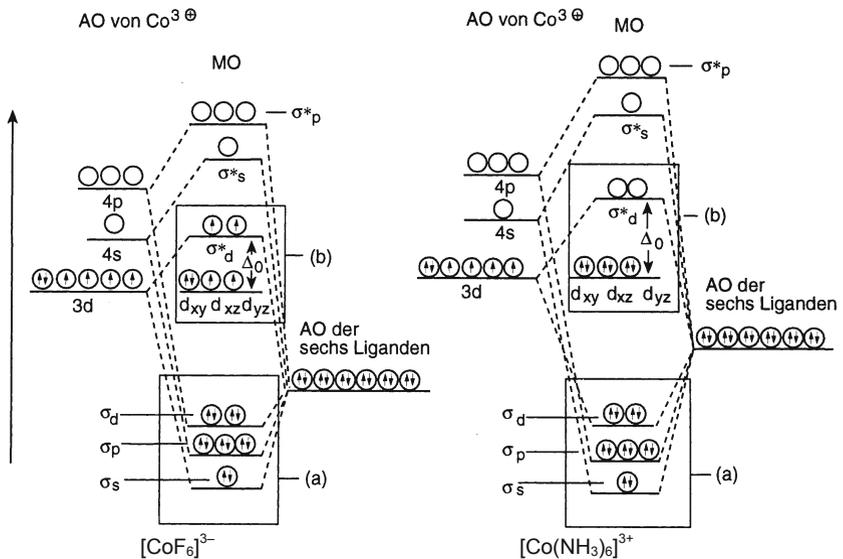

Abb. 88. MO-Diagramm von [CoF6]3- und [Co(NH3)6]3+
*Man kann auch sagen:* VB- und Kristallfeld-Theorie liefern Teilaspekte der allgemeineren MO-Theorie der Komplexe. Abb. 88 gibt ein Beispiel dafür.
Erläuterung der Abb. 88:
Die bindenden MO werden von den Elektronen der Liganden besetzt. Dies stimmt mit der Beschreibung der VB-Theorie überein (Teilbild (a) in Abb. 88). Von den sechs antibindenden MO liegen die beiden  $\sigma_d^*$ -MO energetisch tiefer als  $\sigma_s^*$  und  $\sigma_p^*$ , weil sie durch Kombination des  $d_{x^2-y^2}$  und  $d_{z^2}$ -AO mit Liganden-AO entstanden. Ihre Energiewerte liegen daher mehr im Bereich der Energiewerte dieser AO.
Teilbild (b) in Abb. 88 entspricht der Kristallfeld-Theorie der Übergangskomplexe.